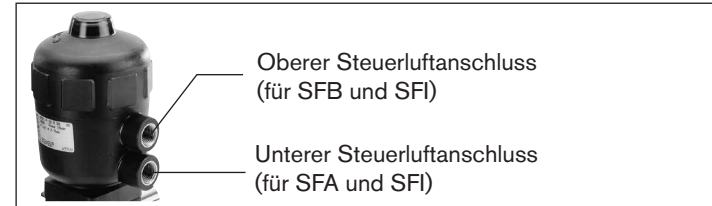

Bild 7: Steuerluftanschluss
- Unteren Steuerluftanschluss mit Druckluft (Wert siehe Typschild beaufschlagen (siehe „Bild 7: Steuerluftanschluss“). Dies ist erforderlich, damit sich die Membran vom Gehäuse löst und nicht beschädigt wird.
- Unteren Steuerluftanschluss mit Druckluft (Wert siehe Typschild) beaufschlagen (siehe „Bild 7: Steuerluftanschluss“).
- Oberen Steuerluftanschluss mit Druckluft (Wert siehe Typschild) beaufschlagen (siehe nachfolgendes „Bild 7: Steuerluftanschluss“).
(siehe „Bild 7: Steuerluftanschluss“).